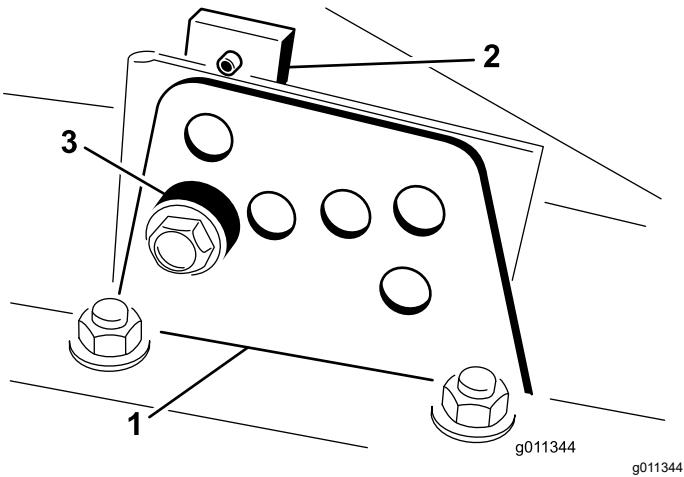

Figura 21
2. Desaperte o parafuso que prende o suporte da altura de corte à placa da altura de corte (frente e de cada lado), conforme se mostra na Figura 21.
4. Enquanto estiver suportar a câmara, retire o espaçador (**Figura 21**).